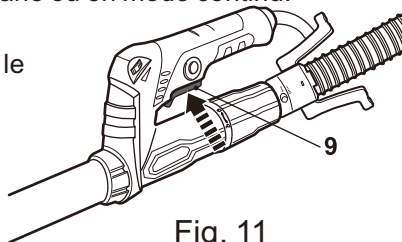

Fig. 11
- > Mettez l'appareil en marche en appuyant sur le bouton marche/arrêt (9) (Fig. 11)
- > Éteignez l'appareil en relâchant le bouton marche/arrêt (9).